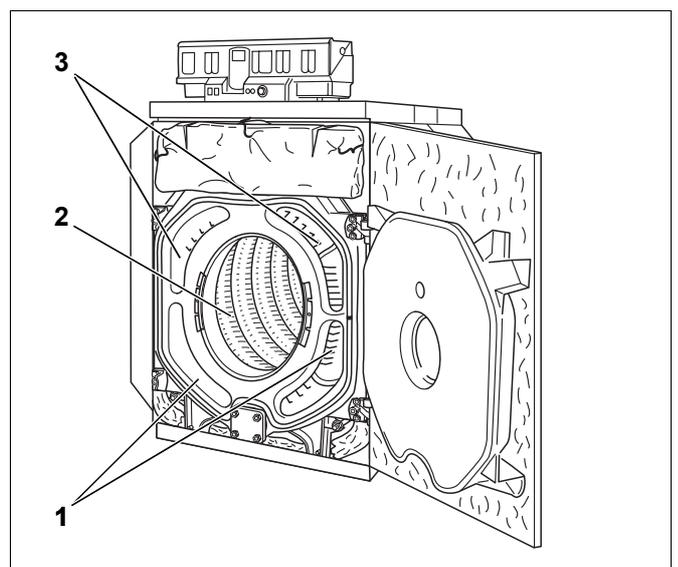

Bild 74 Heizgaszüge reinigen
- Die Heizgaszüge sind mit den Reinigungsbürsten 1 und 2 von vorne nach hinten zu reinigen (Bild 74, **Pos. 1 und 3**).
- Der restliche Brennraum (Bild 74, **Pos. 2**) ist mit der Reinigungsbürste 2 reinigen.